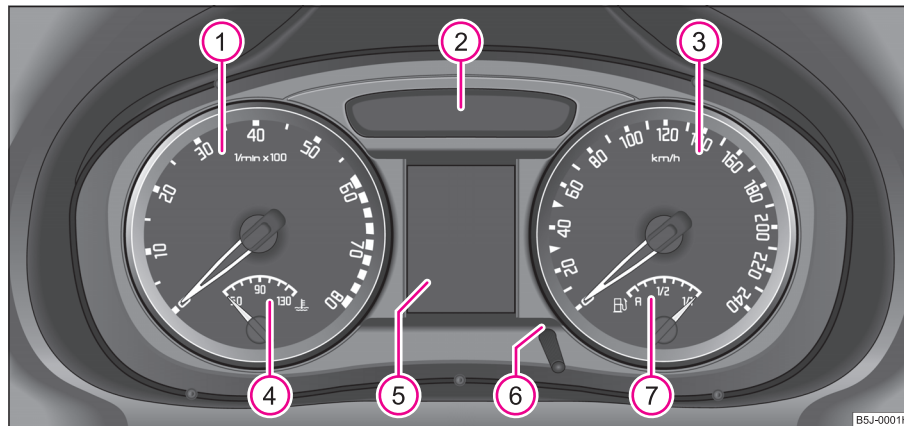
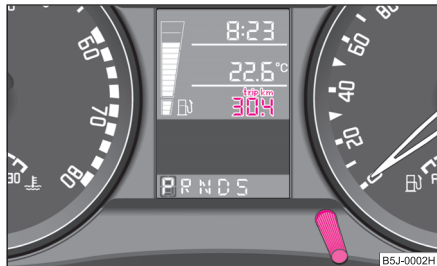

Abb. 2 Kombiinstrument
Abb. 3 Display: Zähler für zurückgelegte Fahrstrecke
Der Beginn des roten Bereiches im Drehzahlmesser ① ⇒ Abb. 2 kennzeichnet für alle Gänge die maximal zulässige Motordrehzahl des eingefahrenen und betriebswarmen Motors. Vor Erreichen dieses Bereiches sollten Sie in den nächst höheren Gang schalten bzw. die Wählhebelstellung **D** des automatischen Getriebes wählen.
Die Kühlmitteltemperaturanzeige (4) ⇒ Seite 9, Abb. 2 arbeitet nur bei eingeschalteter Zündung.
Die Kraftstoffvorratsanzeige (7) ⇒ Seite 9, Abb. 2 arbeitet nur bei eingeschalteter Zündung.
Durch kurzes Drücken des Rückstellknopfs **6** ⇒ Seite 9, Abb. 2 können Sie zwischen dem Tages- und Gesamtzähler der zurückgelegten Fahrstrecke umschalten. Zum Erkennen, welcher Zähler für zurückgelegte Fahrstrecke auf dem Display gerade angezeigt wird, erscheint über dem Tageszähler **trip** ⇒ Abb. 3.
Zum Einstellen der Uhrzeit ist links unten neben dem Geschwindigkeitsmesser ein Rückstellknopf angebracht ⇒ Seite 9, Abb. 2.